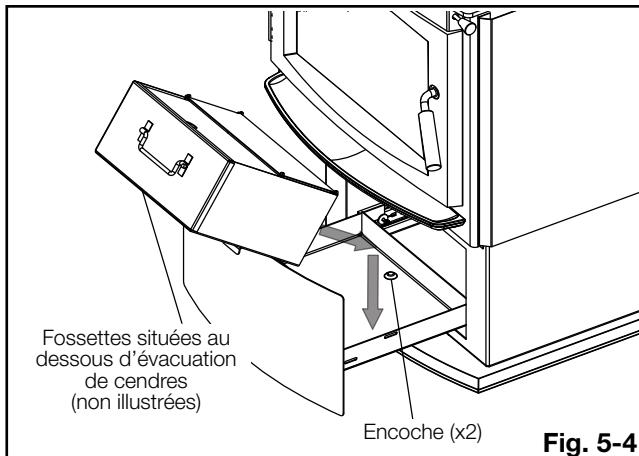

Fig. 5-4
- Placez le boîtier d'évacuation de cendres dans l'évacuation de cendres. Assurez-vous que les fossettes s'insèrent dans les encoches (**Fig. 5-4**). Fermez l'évacuation de cendres.